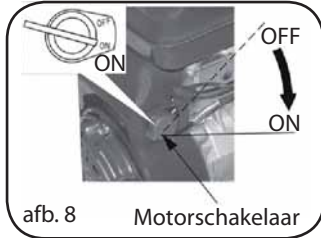

afb. 7
3. Laat de gashendel zachtjes tot in de stand FAST (Snel) zakken (Afb. 7).
- b) Trek zachtjes aan de handgreep (Afb. 7) van het startkoord totdat u weerstand voelt en
6. Beweeg de gashendel om de motor op de gewenste snelheid te laten draaien (Afb. 7).